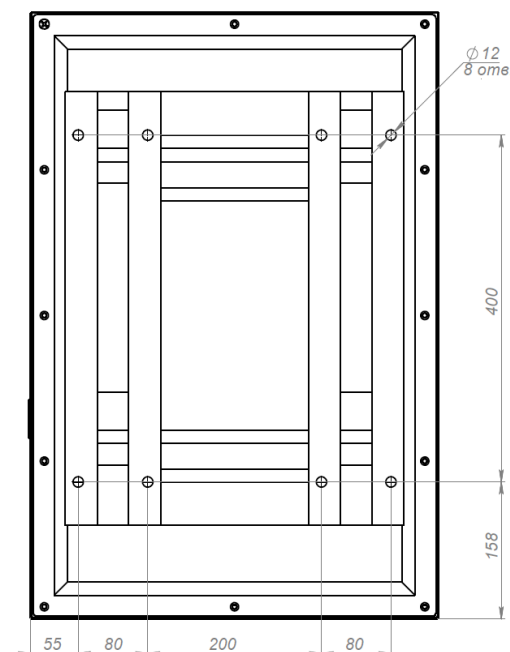

Рисунок 5. Монтажные размеры кронштейна
**Шаг 1.** Выполните разметку отверстий на стене и просверлите 8 отверстий диаметром 12мм (см. Рисунок 5).